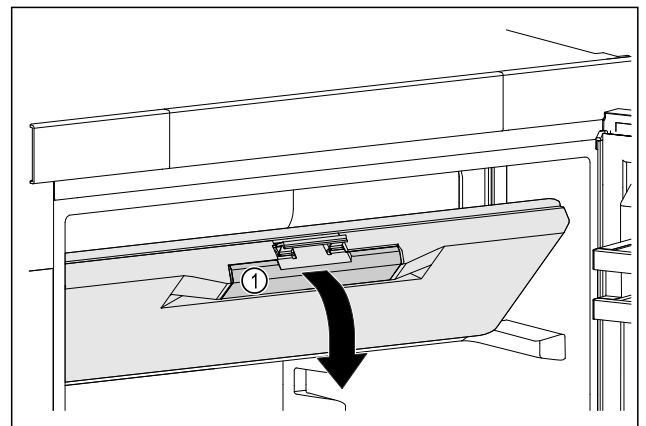

Fig. 48
- ▶ Fogja meg a fagyasztórekesz ajtaját a fogantyúmélyedésnél Fig. 48 (1).